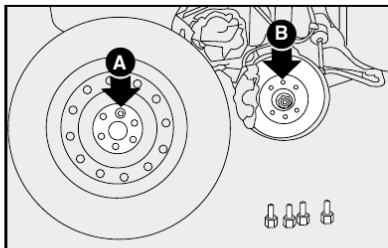

fig. 15
- Montar a roda sobressalente, encaixando os furos **A-fig. 15** com os respectivos pinos.